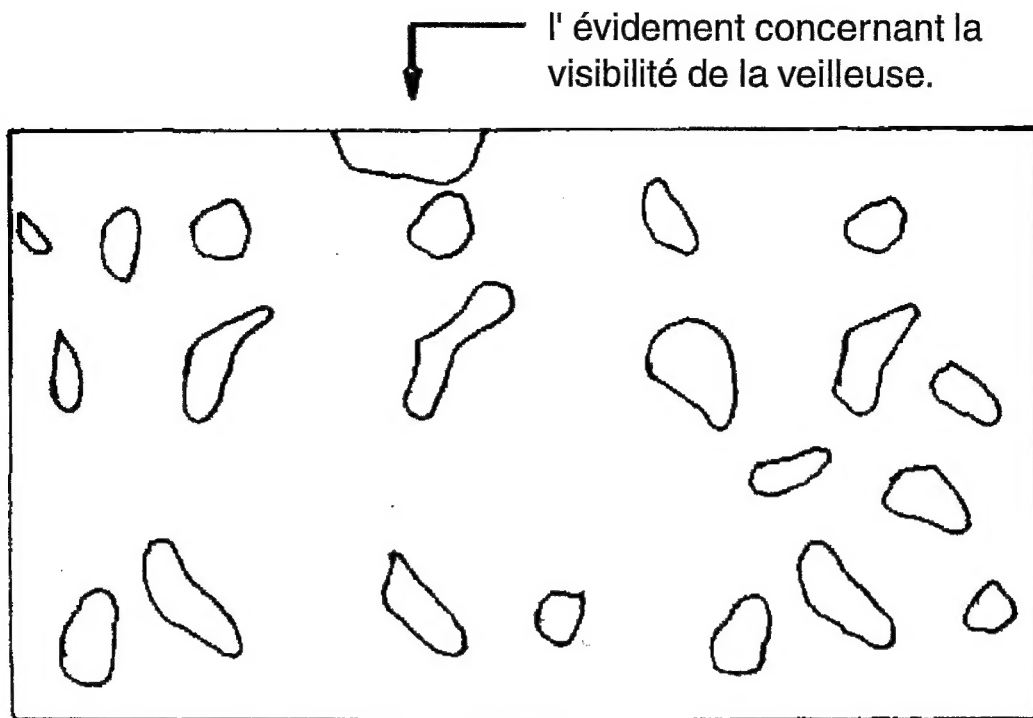

fig. 2
- Important : mettez d'abord la grille à charbon sur le brûleur et après le set à incandescence selon fig. 2 et 3.